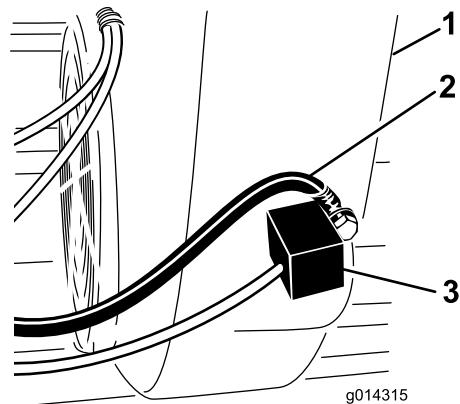

**Figura 4**
2. Retire la tapa eléctrica situada en el lado derecho del bastidor para poder acceder al regulador y al cableado (Figura 4).
4. Desconecte el regulador del arnés del vehículo y conéctelo al arnés trasero del arranque eléctrico (Figura 4).
5. Conecte el arnés trasero del arranque eléctrico al arnés del vehículo (Figura 4).